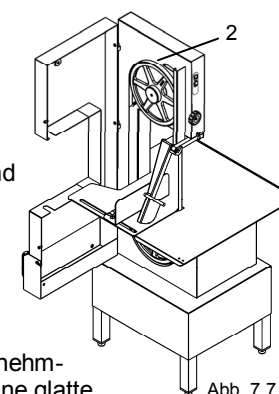

Abb. 7.7.2
- Das Sägeblatt "2" erfassen und aus den Scheiben nehmen (siehe Abb.7.7.2 e 7.7.3)